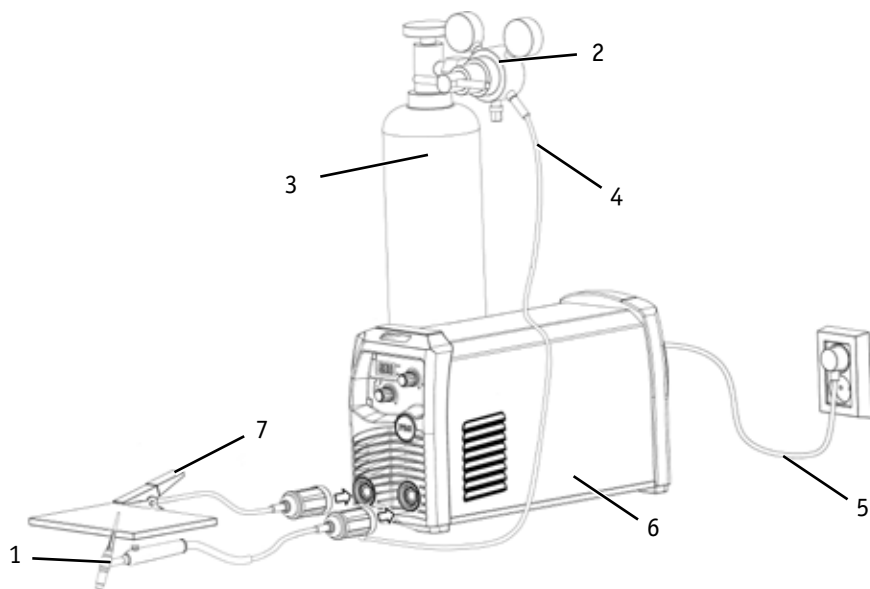

Рис. 9.1. Схема подключения оборудования:
3. Подключите разъем подводки газ горелки к газовому шлангу (см. рисунок 9.1).